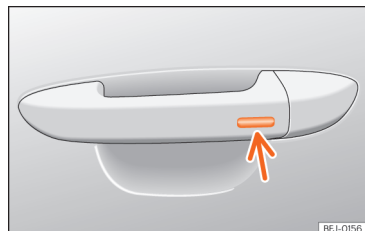

Abb. 67 Türgriff: Sensorfläche.
- **ODER:** mit dem Keyless Access-System (nur Schließen): Finger einige Sekunden auf der Sensorfläche zum Verriegeln >>> **(Abb. 67)** (Pfeil) im Türgriff halten, um die Fenster und
Halten Sie einige Sekunden lang einen Finger über die Verriegelungssensorfläche >>> **[Abb. 67]** (Pfeil) am Türgriff, damit das Dach geschlossen wird. Wenn Sie die Sensorfläche nicht mehr berühren, wird die Schließfunktion unterbrochen.